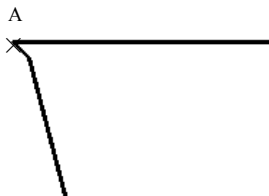

图 17.7.3 绘制直线 2
Step3. 绘制图 17.7.3 所示的直线 2。选择下拉菜单 **绘图(D)** → **直线(L)** 命令，选取图 17.7.3 所示的点 A 为起点，输入第二点的坐标值(@3,-3)后按 Enter 键，输入坐标值(@7,-27)后按两次 Enter 键。